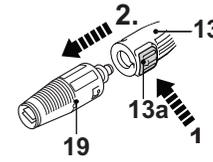
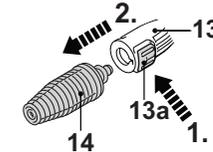

Fig. 35
Fig. 36
8. Appuyez sur le bouton (13a) et retirez la buse vario (19) (Fig. 35) ou la buse rotative (14) (Fig. 36).